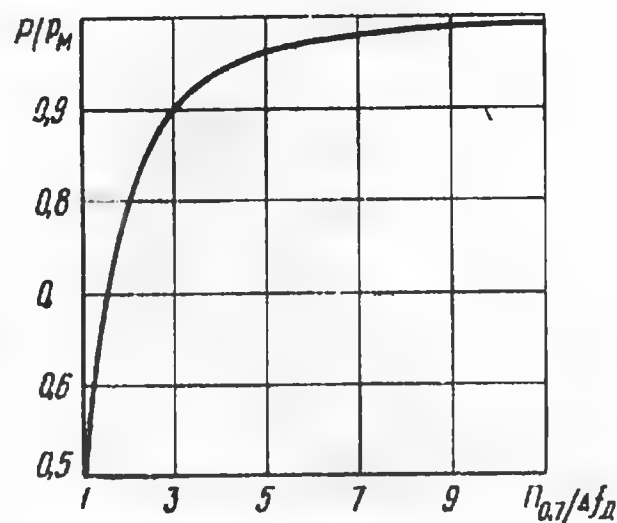

Рис. 4
Рассчитаем по формулам (22) и (23) параметры элементов контура и на основе полученных результатов оценим применимость выбранного значения Q для каждого из любительских диапазонов. Одновременно определим полосу пропускания П-контура по уровню —3 дБ ($P_{0,7} = I_0/Q$). Кроме того, воспользовавшись графиком на рис. 4, ориентировочно оценим степень уменьшения выходной мощности P на краях диапазона по отношению к максимальной P_m в зависимости от полосы пропускания П-контура по уровню 0,7 и ширины рабочей полосы частот Δf_d заданного любительского диапазона или его отдельных участков.
По графику рис. 4 находим, что для соотношения $P_{0,7}/\Delta f_d = 641/100 = 6,41$